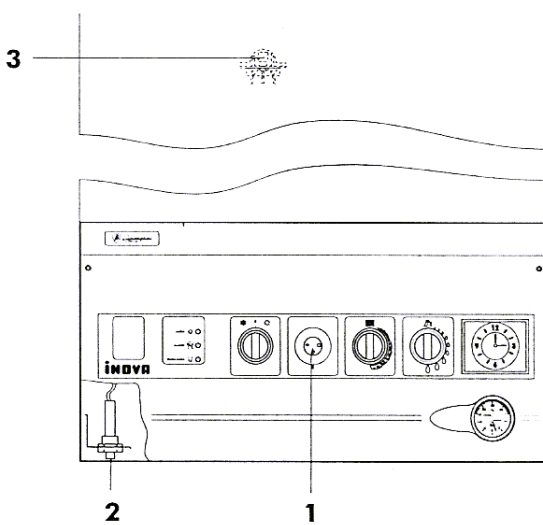

Fig. 1
Abrán el grifo del gas. Giren el selector de la válvula gas (fig.1 posic.1) en la posición piloto (*) y presiónenlo a fondo accionando simultáneamente el pulsador de encendido piezoeléctrico (fig.1 posic.2) hasta que se encienda la llama del quemador piloto (fig.1 posic.3); esperen luego unos segundos antes de soltar el pulsador (2); si al soltar el pulsador se apaga la llama, repitan la operación presionando por más tiempo. Por último giren el selector de la válvula gas (1) en la posición (G) del quemador.